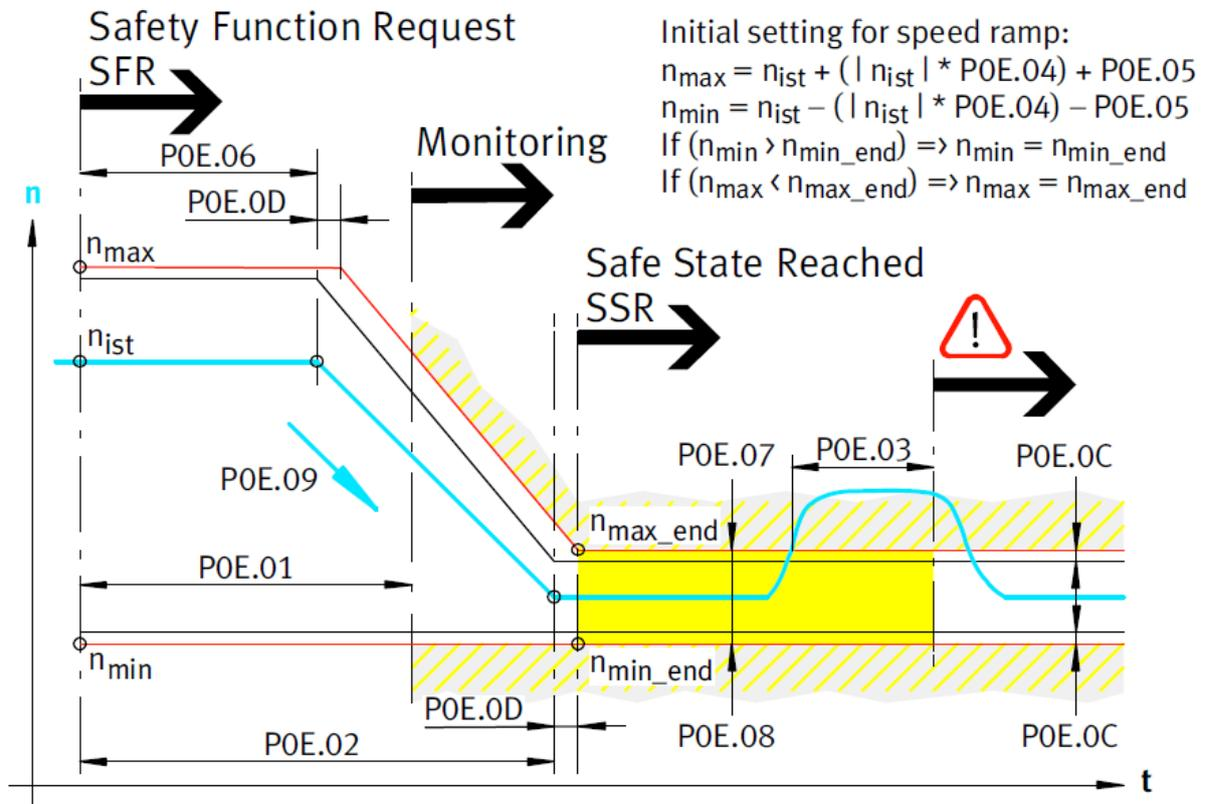

Abbildung 27: Ablaufdiagramm SSF0
Tabelle 57: Legende zu Abbildung 27
Die Sicherheitsfunktion SSF0 überwacht im stationären Zustand die Geschwindigkeit des Antriebs. Der erlaubte Geschwindigkeitskorridor wird durch die Parameter „Sichere Geschwindigkeit - obere Grenze“ (P0E.07/...,  $n_{max\_end}$ ) und „Sichere Geschwindigkeit - untere Grenze“ (P0E.08/...,  $n_{min\_end}$ ) definiert (→ Abbildung 27, rechter Teil).
- Die Lage des Start-Fensters wird in Relation zum gewünschten Geschwindigkeitskorridor gesetzt, die Startwerte werden gegebenenfalls so angepasst, dass sich ein trapezförmig verjüngender Geschwindigkeitskorridor ergibt (vgl. Abbildung 27).